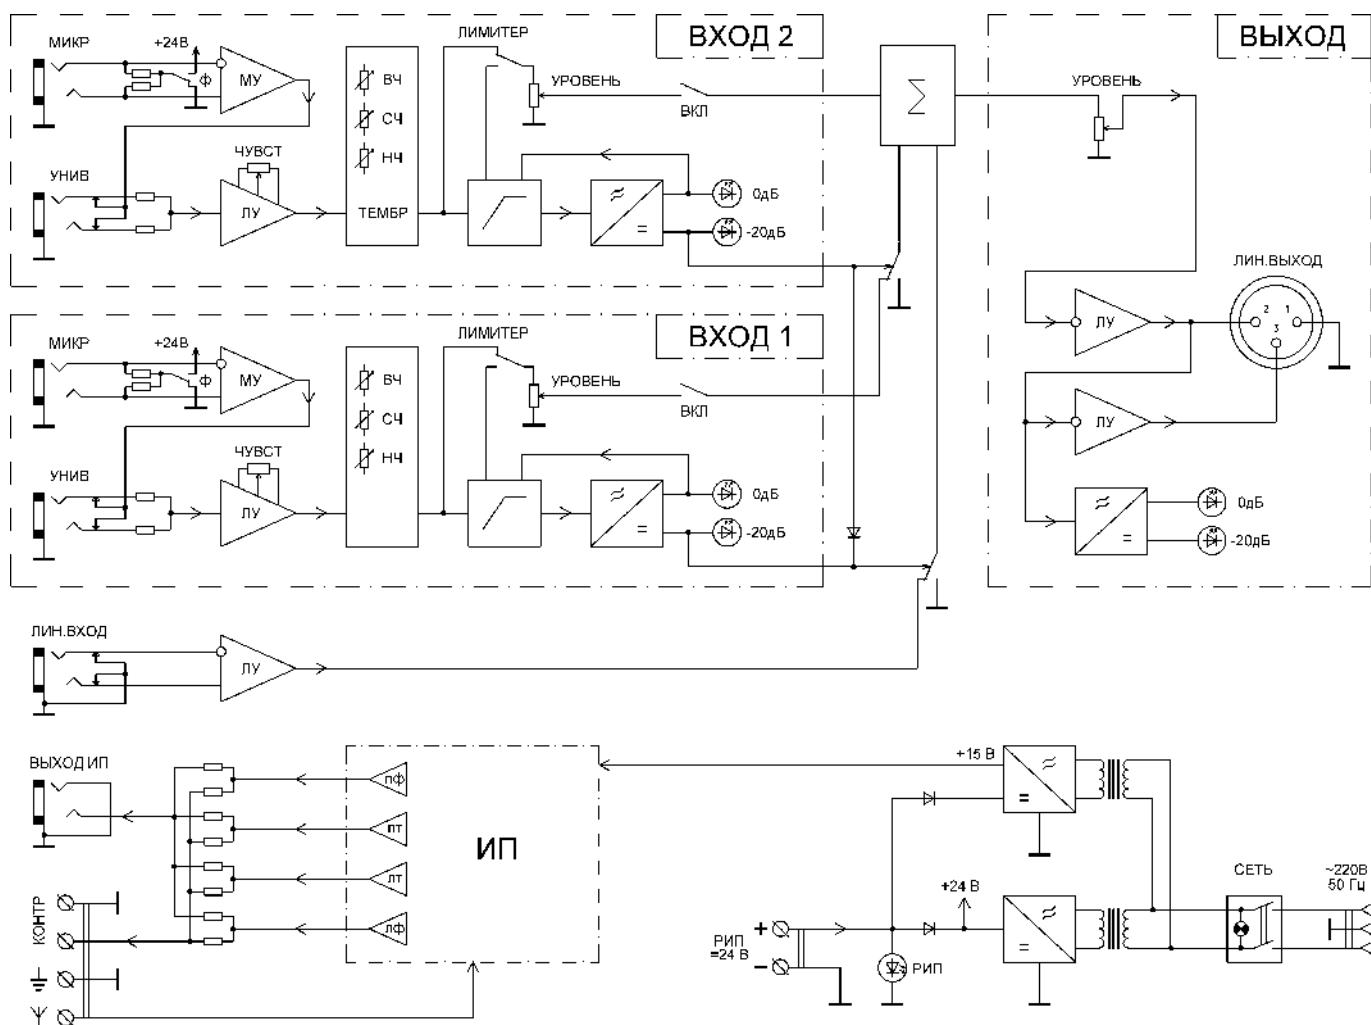

Рис. 1. Структурная схема блока источника программ МЕТА 9301.
9.1 Структурная схема БИП приведена на рис.1.